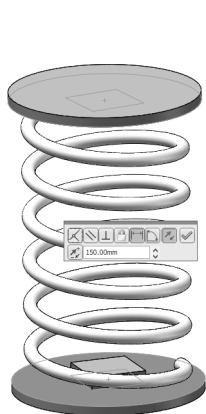

图 11-53 定义挡板间的距离
STEP 3 添加两个挡板间的“距离”配合约束，所添加的距离为“150mm”，如图 11-53 所示。